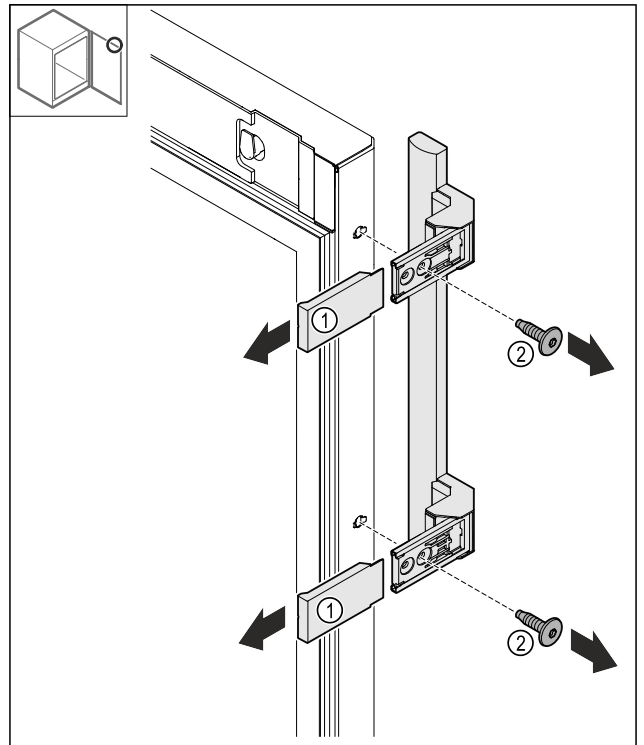

Fig. 20
- ▶ Abdeckungen Fig. 20 (1) abziehen.
- ▶ Schrauben Fig. 20 (2) lösen.